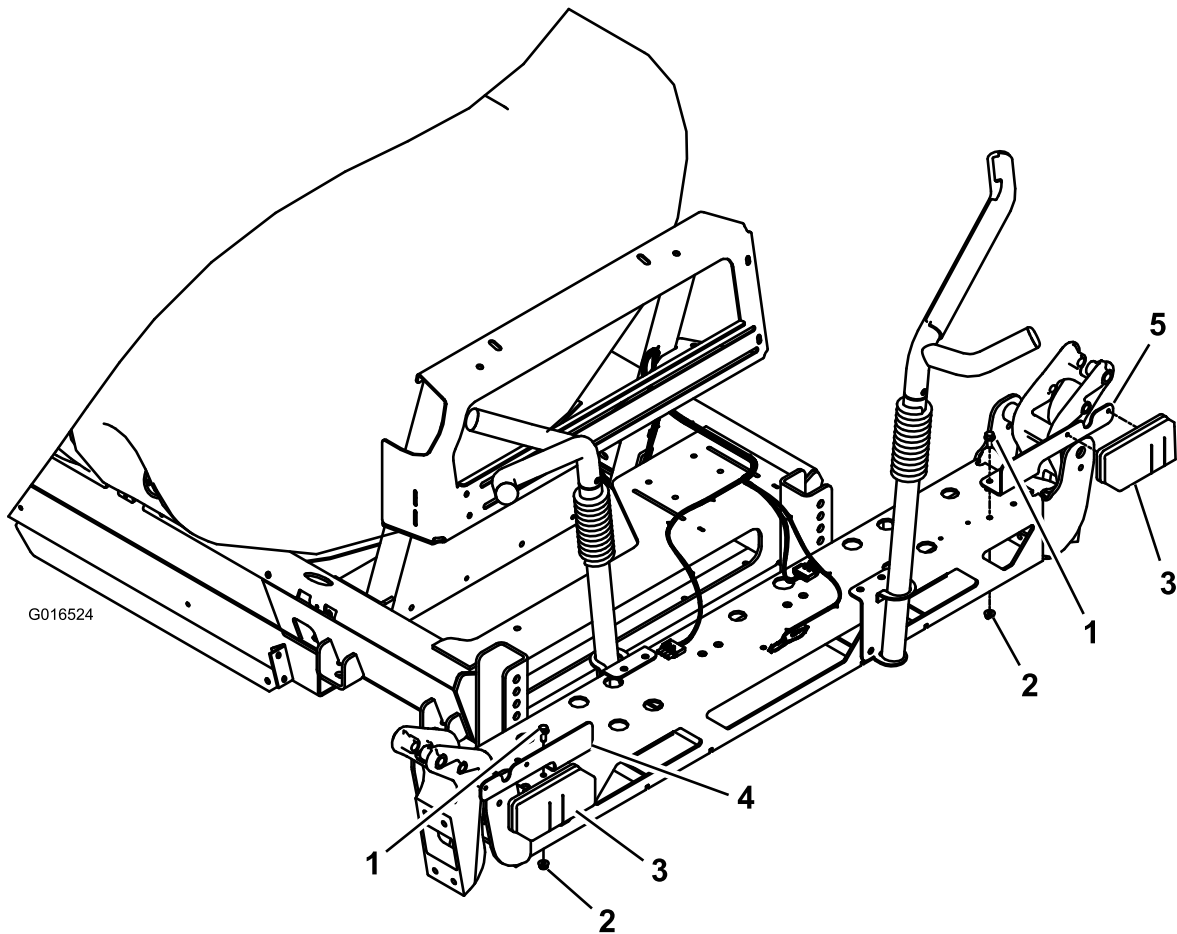

Figura 5
1. Instale los soportes de los intermitentes derecho e izquierdo en el soporte de los brazos con 4 tornillos de cabeza hexagonal con arandela prensada y 4 tuercas hexagonales con arandela prensada (Figura 5).
2. Instale las luces traseras en los soportes de los intermitentes (Figura 5).